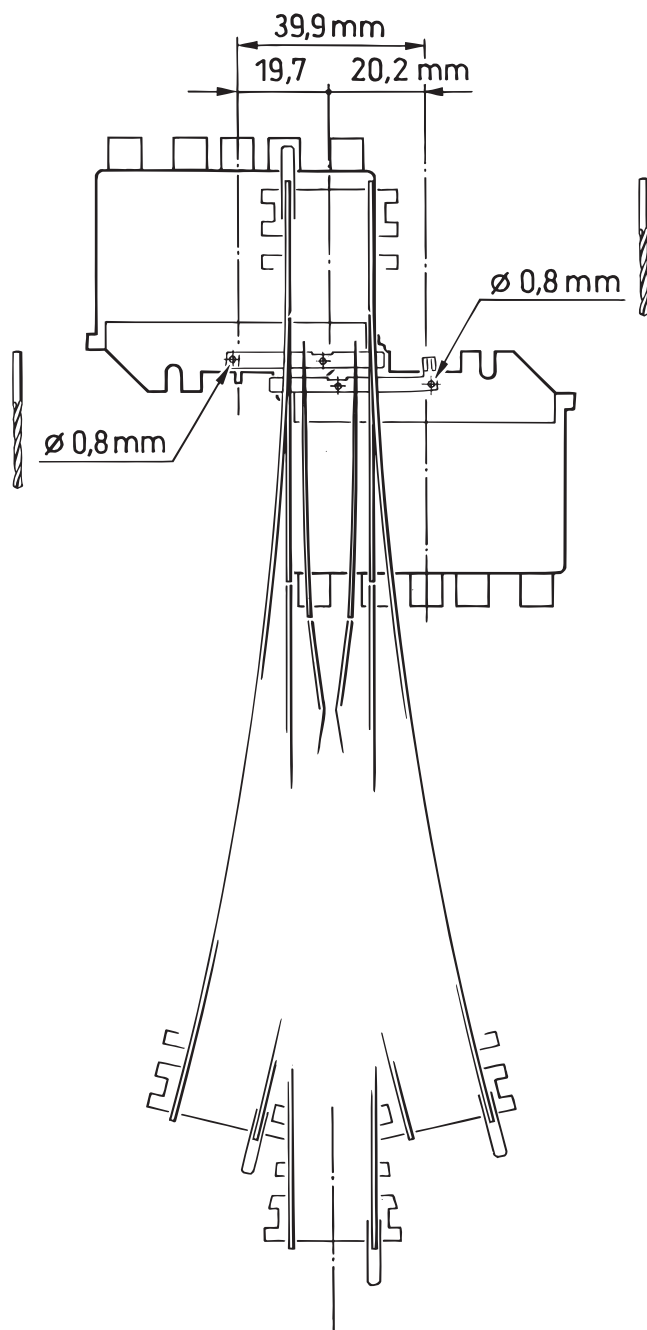

Fig. 1
Zur Montage des Unterflurantriebes muss in die Anlagenplatte eine Bohrung von 10 mm Durchmesser gebohrt werden. Vor Markierung des Bohrungsmittelpunktes wird die Weiche auf der Anlagenplatte in genaue Einbaulage gebracht. Anschließend wird durch die Stelldrahtbohrung der Stellschwelle (1) jeweils ein Markierungspunkt in linker und rechter Weichenstellung auf der Anlagenplatte angebracht (Fig. 1). Nach Entfernen der Weiche wird in der Mitte der beiden Markierungspunkte der Bohrungsmittelpunkt festgelegt
A hole with 10 mm diameter must be drilled in the baseboard prior to mounting the motor. The turnout must be placed in exact position on the baseboard before the drill centre is marked. A marker point is made on the baseboard through the activator wire hole in the throw bar (1) in both right - and left hand position of the turnout (fig. 1). After removal of the turnout, the centre of the hole to be drilled is marked halfway between the two marker points, if necessary, the drilling may be expedited
dans sa position définitive. Puis on pointe, à l'aide d'une épingle, la position exacte du trou prévu (1) à la traverse de commande pour le fil de commande, lorsque les aiguilles collent «à gauche», et ensuite encore une fois, lorsque les aiguilles ont changé de position et collent «à droite» (voir fig. 1). Après avoir enlevé ensuite provisoirement l'aiguillage, on détermine définitivement le centre de la forure qui doit se situer exactement au milieu entre les deux marquages initiaux. Il est utile d'amorcer par un pointeau le centre ainsi trouvé. Avant d'y placer la